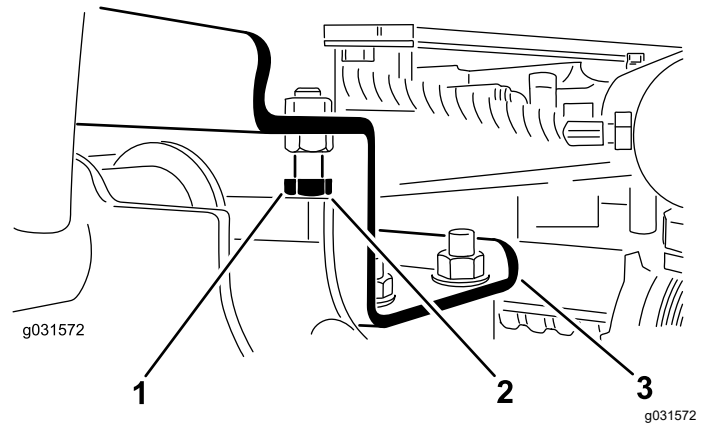

Figura 13
- A. Afloje los pernos de tope (Figura 13).
2. Compruebe que la holgura entre cada brazo de elevación y el perno de tope es de 0.13 a 1.02 mm (0.005 a 0.040"), como se muestra en la Figura 13.